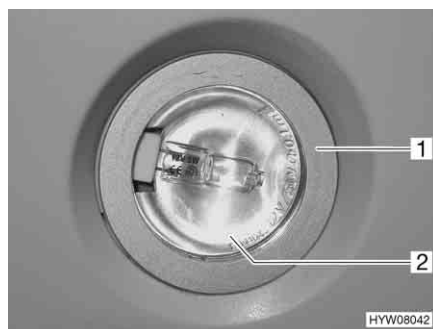

Fig. 190 Lampada alogena a incasso
- Sollevare e rimuovere la lampada (Fig. 190,1) con un attrezzo adatto (p. es. un cacciavite).
- Rimuovere la copertura di vetro (Fig. 190,2).